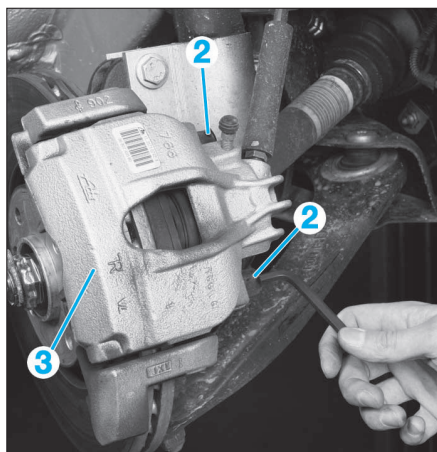

FIG. 7
- Dévisser les vis colonnettes (2) (Fig.7).
- Retirer l'étrier (3) de son support.